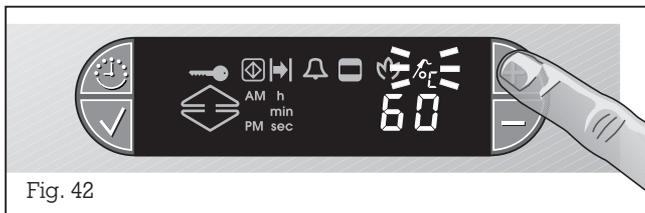

Fig. 42
- Appuyez sur la touche + . Le symbole $\hat{\text{C}}$ (sonde de température à cœur) clignote sur l'afficheur qui propose également une valeur par défaut égale à 60 °C (fig. 42).